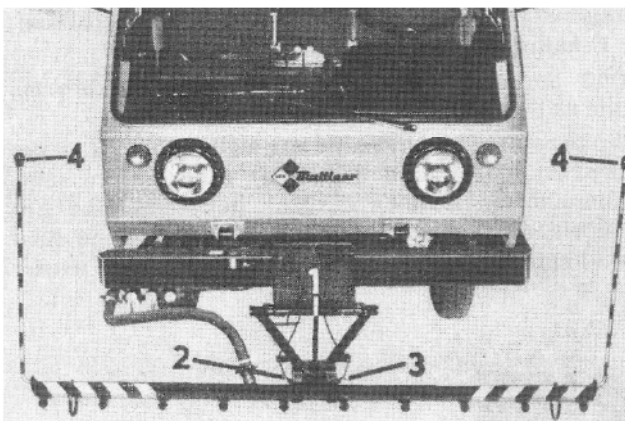

Bild 94. Sprüh- und Wascheinrichtung
Beim Arbeiten mit der Sprüh- und Wascheinrichtung (Bild 94) ist wie folgt zu verfahren:
1. Knebelschraube (Bild 94/1) lockern
Bei größeren Fahrstrecken zum Einsatzort bzw. bei Nichtbedarf kann die Vorbauwascheinrichtung durch die Knebelschraube (Bild 94/1) festgestellt werden.